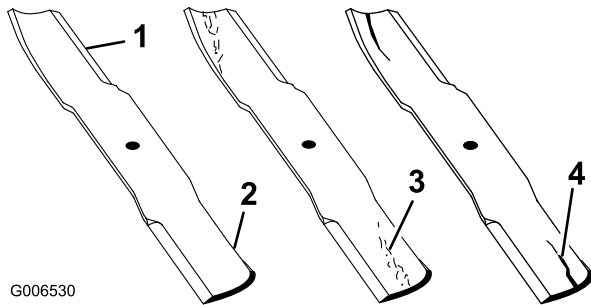

Figure 84
1. Examinez le tranchant des lames (Figure 84). Si les lames ne sont pas tranchantes ou si elles présentent des indentations, déposez-les et aiguisiez-les (voir Aiguisage des lames).
2. Inspectez les lames, surtout la partie relevée (Figure 84). Remplacez immédiatement toute lame endommagée, usée ou qui présente une entaille (Figure 84).